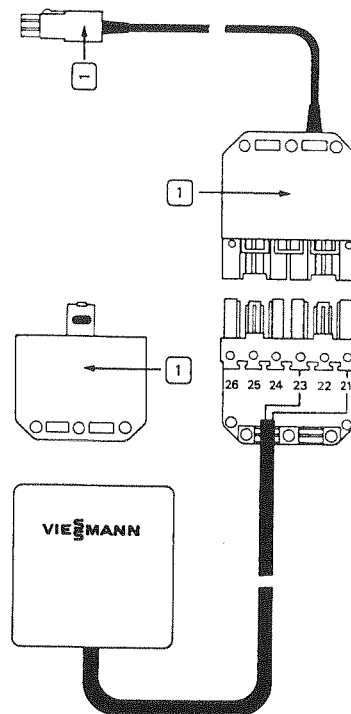

Abb. 3.2
1. Etiketten **1** auf die drei Steckverbinder nach Abb. 3.2 kleben.
2. Anschlußleitung des Außentempersensors (2-adrig) nach Abb. 3.2 im Steckverbinder anschließen.